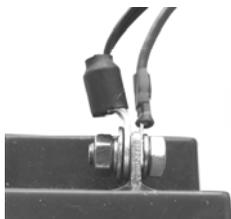

Рис. 3
2.3.2 Подключить батарею к клеммам, соблюдая полярность (провод красного цвета подключается к положительному выводу батареи). Если РИП укомплектован термодатчиком с О-образной клеммой, то к положительному выводу батареи подключить провод красного цвета и О-образную клемму термодатчика (рис. 3).